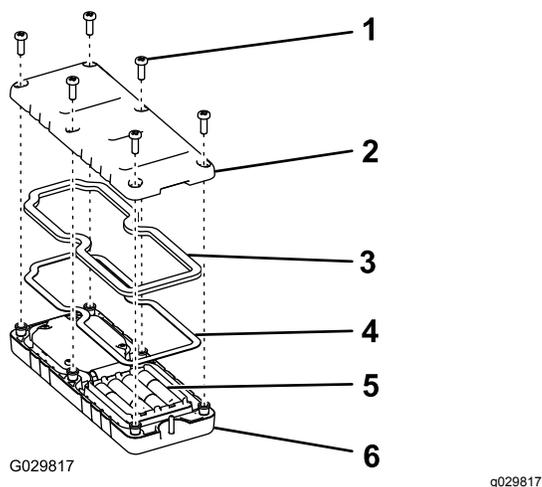

Рисунок 6
4. Закрепите крышку 6 винтами (Рисунок 6) и затяните их с моментом 1,5-1,7 Н·м.
2. Вставьте каждый элемент питания в гнездо с клеммами, соблюдая полярность (Рисунок 6).
3. Убедитесь, что стальная прокладка и резиновое уплотнение находятся в канавке пульта дистанционного управления, и установите заднюю крышку на место (Рисунок 6).